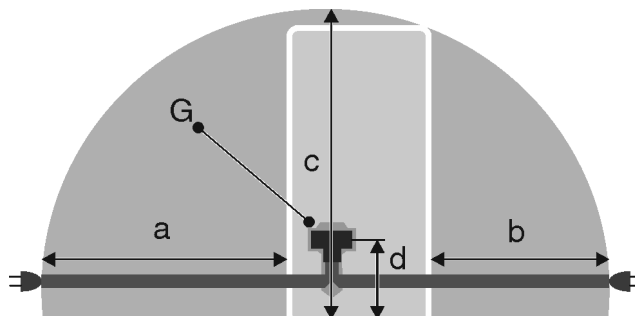

Fig. 48
- Priza se află în afara zonei părții posterioare a aparatului în zona dată Fig. 48 (a, b, c).
- ▶ Cuplați fișa aparatului Fig. 48 (G) pe partea posterioară a aparatului. Acordați atenție fixării corecte în poziție.